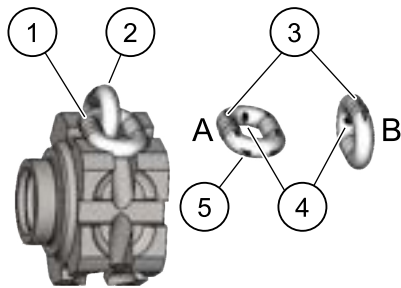

Figure 9. Zones d'usure de la chaîne
3. Détendre la partie de la chaîne qui passe normalement au-dessus de la roue de levage (pignon). Examiner l'usure des maillons de la chaîne (cf. Fig. 9). Si le diamètre du fil à n'importe quel endroit du maillon est inférieur à 90 % du diamètre nominal du fil, remplacez la chaîne.